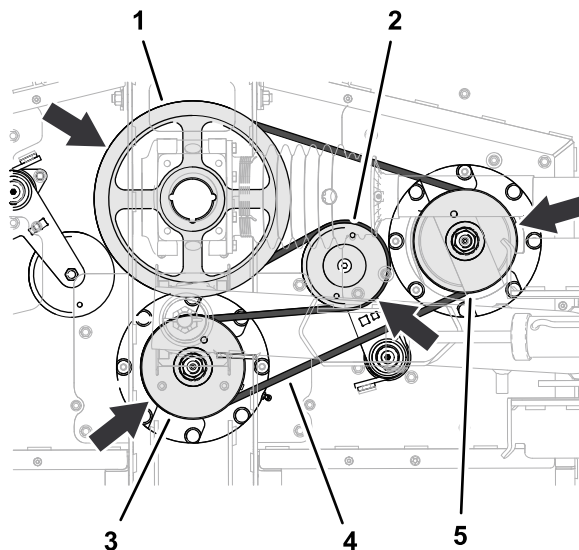

Figura 68
- Utilizzate una barra di interruzione o un utensile simile per ruotare il tendicinghia in senso antiorario e fate scorrere la cinghia sopra alla puleggia tendicinghia (Figura 68).
- Disponete la cinghia lunga attorno alla puleggia motrice, alla scanalatura superiore della puleggia del mandrino centrale e alla puleggia del mandrino di destra (Figura 68).